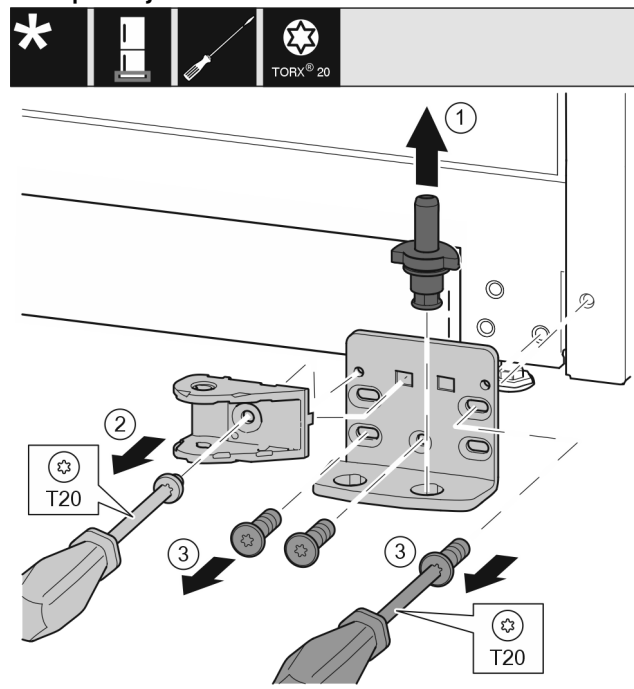

Fig. 34 \*
- ▶ Ložiskový čep celý vytáhněte nahoru. Fig. 34 (1)\*
- ▶ Šroubovákem T20 vyšroubujte šroub a odeberte spojení tlumiče zavírání. Fig. 34 (2)
- ▶ Šroubovákem T20 vyšroubujte šrouby a odeberte stojan ložiska. Fig. 34 (3)\*